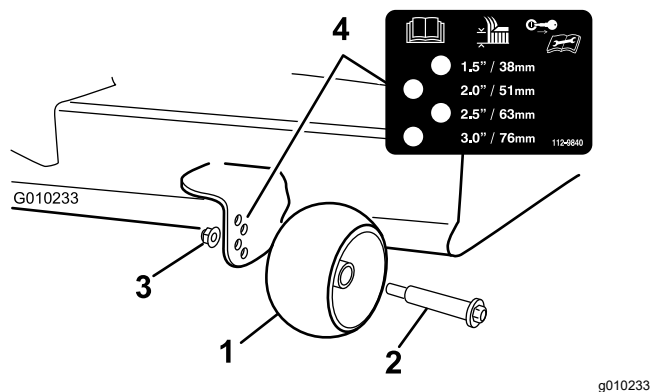

Figure 25
3. Réglez les galets anti-scalp comme montré à la Figure 25.